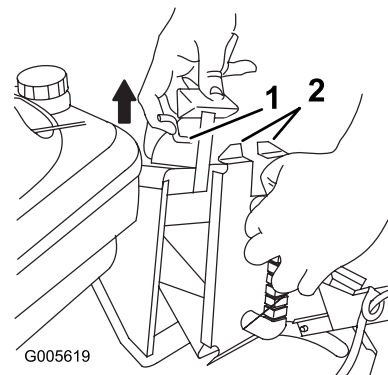

Figure 23
3. Soulever la tige de verrouillage de la poignée du volet (A) et enfoncer à fond le haut de l'obturateur tout en ramenant la poignée du volet vers l'arrière (Figure 23).
4. Lâcher le loquet et le laisser s'accrocher sur les pattes de l'obturateur (Figure 23).